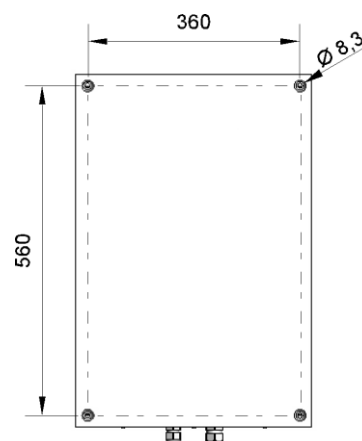

Abb. 6: Montage Bohrungen
- Bereiten Sie Löcher entsprechend Abb. 6 vor.